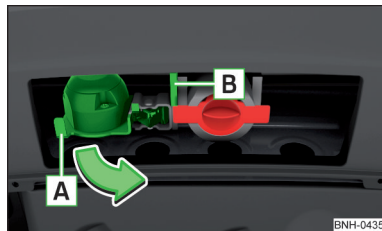

Abb. 225
- › Die 13-polige Steckdose am Griff **[A]** fassen und in Pfeilrichtung ausschwenken » Abb. 225.